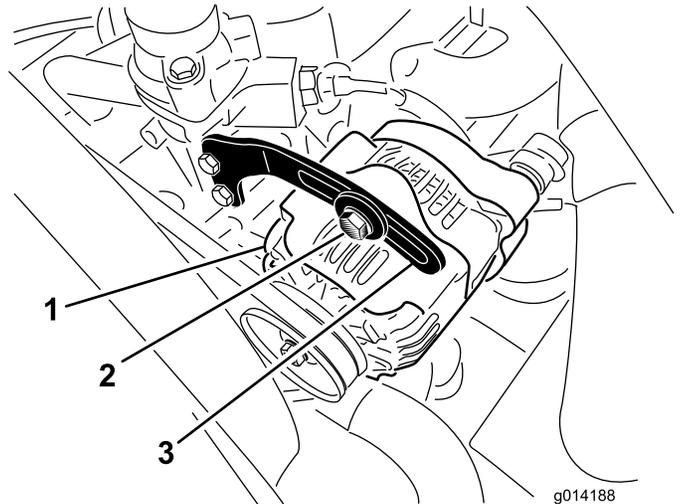

Bild 57
2. Prüfen Sie die Spannung des Treibriemens, indem Sie eine Kraft von 10 kg in der Mitte zwischen der Lichtmaschine und der Kurbelwellenscheibe ansetzen (Bild 57).
3. Lockern Sie die Schraube, mit der der Bügel an der Lichtmaschine befestigt ist, und den Gelenkbolzen der Lichtmaschine (Bild 57).